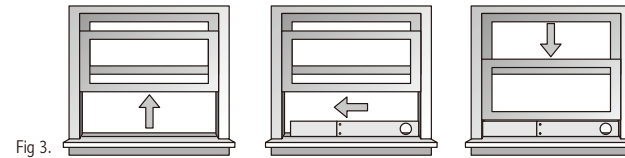

Fig 3.
**C. Instalar el Juego Corredizo para ventana: Fig. 3**
1. Abra la ventana y ponga el Juego Corredizo para Ventana (1) dentro de la orilla de la ventana.
2. Ajuste el Juego Corredizo (1) de acuerdo al ancho de la ventana.